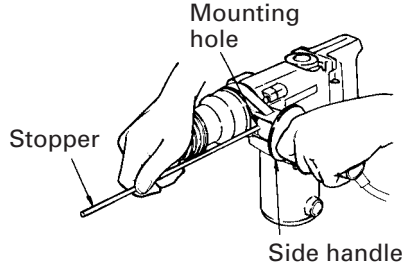

Fig. 10
6. Using the stopper (Fig. 10)